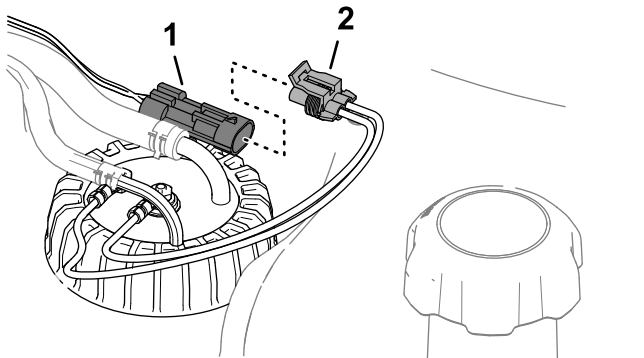

Рисунок 93
6. Подсоедините разъем жгута проводов датчика уровня топлива к разъему жгута проводов машины (**Рисунок 93**).